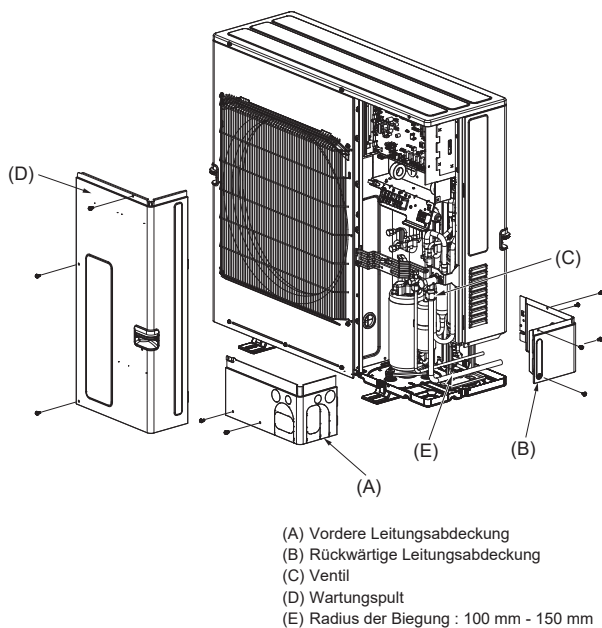

Abb. 4-3
4.3. Kältemittelrohrleitung (Abb. 4-3)
- Das Wartungspult (D) (3 Schrauben) und die vordere Leitungsabdeckung (A) (2 Schrauben) sowie die rückwärtige Leitungsabdeckung (B) (5 Schrauben) abnehmen.